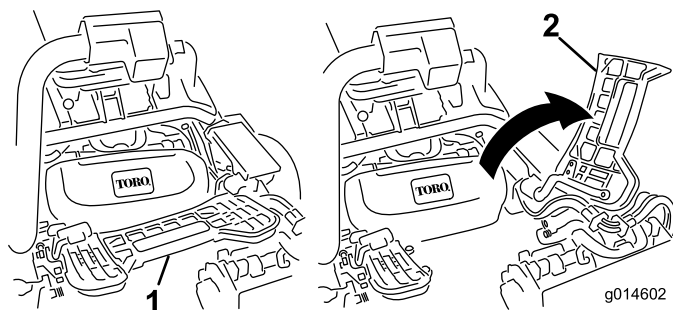

图 11
- 如果安装中间滚刀组，应提起脚踏板向上翻，以便接触到中间滚刀组位置（图 11）。